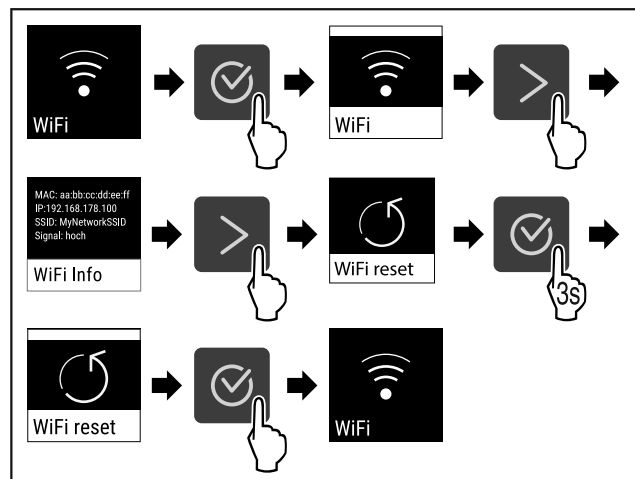

Fig. 78
- ▶ Εκτελέστε τα βήματα ενεργειών (βλέπε Fig. 78) .